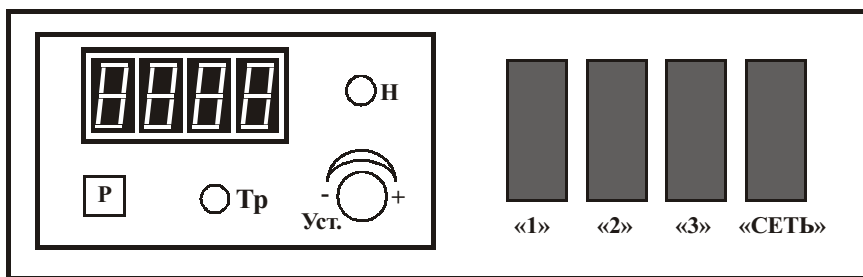

Рис. 2. Пульт управления.
8. Включить тумблер «Сеть», При включении тумблера «Сеть» загорается цифровая шкала прибора терморегулятора ИТР (см рис.2) и индикатор нагрева «Н» в правом верхнем углу панели прибора. Нажимая и удерживая кнопку «Р» вращением ручки «Уст» устанавливают на цифровой шкале нужную температуру камеры. При этом загорается индикатор «Тр», указывающий на то, что включен режим настройки.
1. Выключить тумблеры «2», «3» (см. рис. 2).